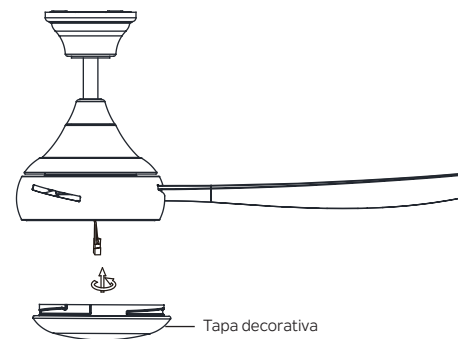

Figura 21
Paso 1. Levante la tapa decorativa hasta el ventilador, asíéntela contra la placa de montaje y gírela en el sentido de las agujas del reloj hacia la placa de montaje hasta que quede ajustada. **NO AJUSTE EN EXCESO.** (Figura 21)